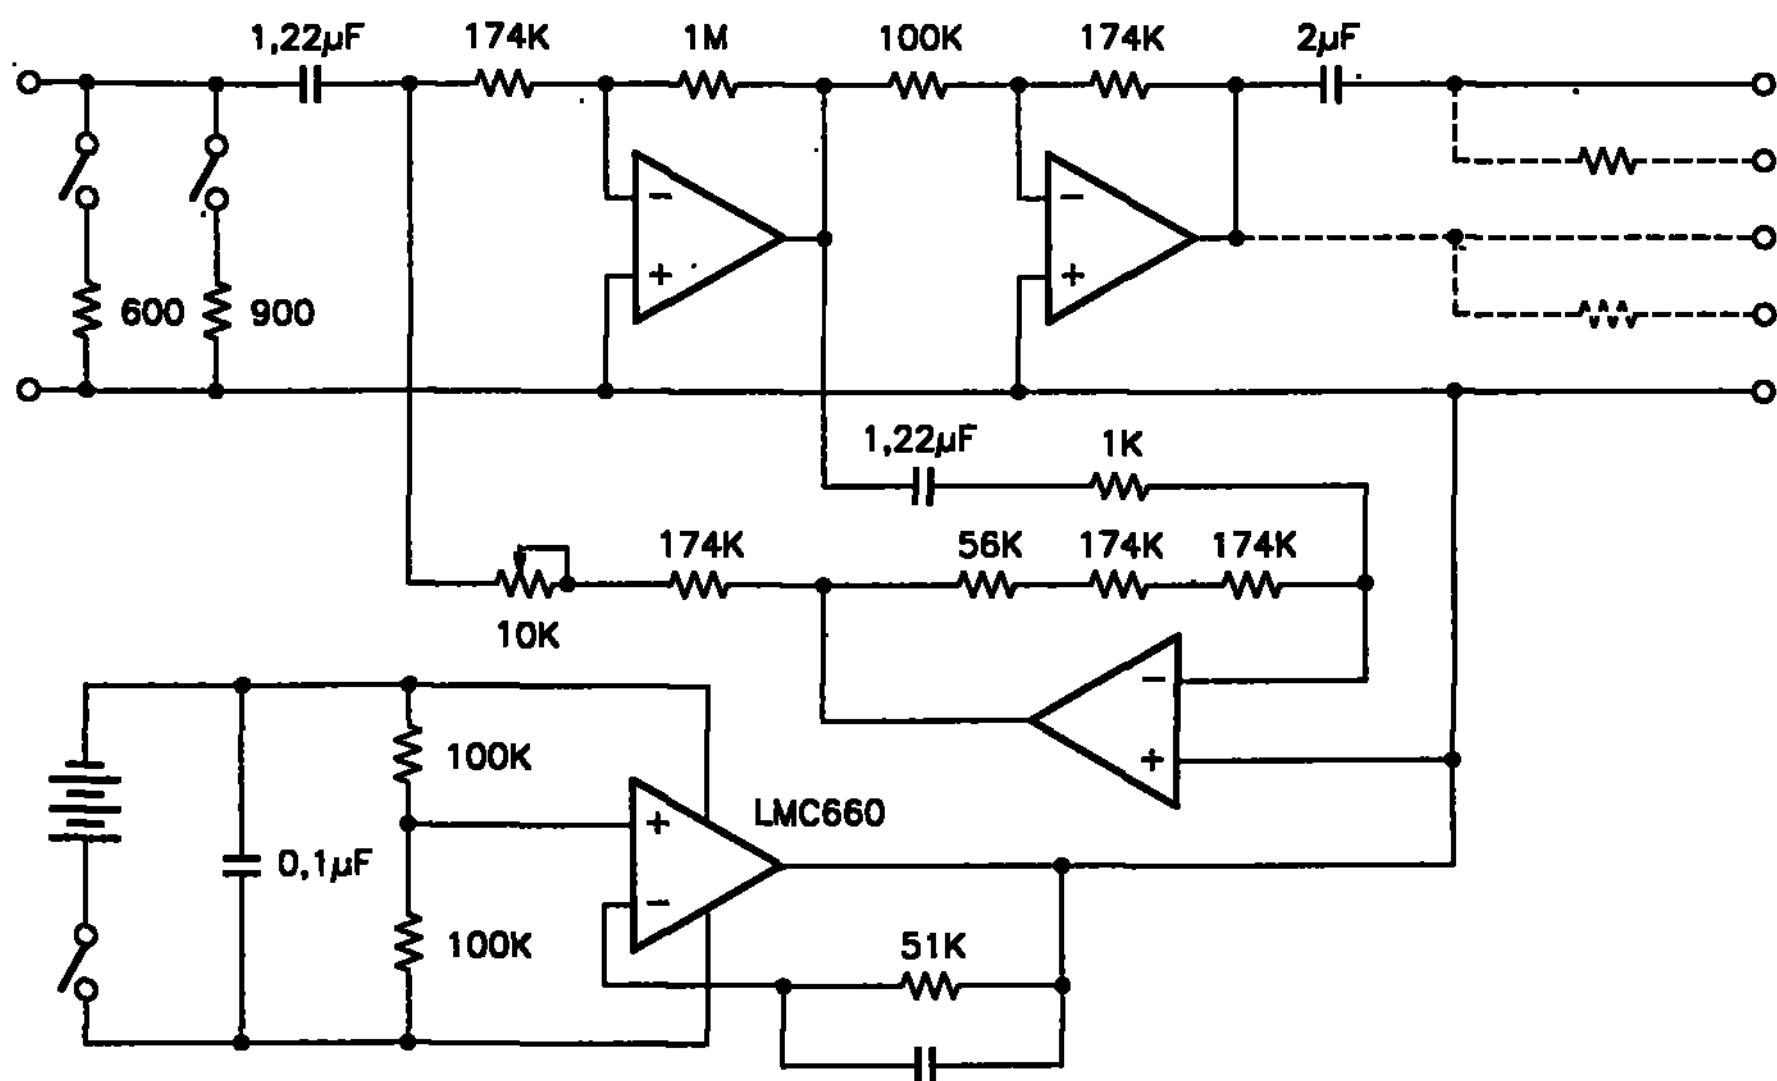

Рис. 13.1. Схема усилителя для поиска неисправностей с высоким входным сопротивлением и коэффициентом усиления 20 дБ, работающего на звуковых частотах
25. Также полезен будет расположенный в другой такой же коробочке усилитель с высоким входным сопротивлением и усилением 20 дБ. На рис. 13.1 приведена схема усилителя, работающего на звуковых частотах.